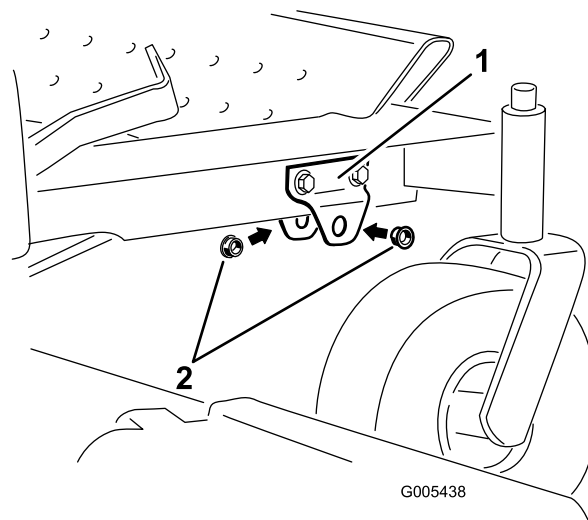

Figure 6
1. Montez une bague à bride dans chaque trou du support, comme illustré à la Figure 6. La bride de la bague doit se trouver à l'extérieur du support.
6. Serrez les fixations de l'ensemble support (Figure 6).